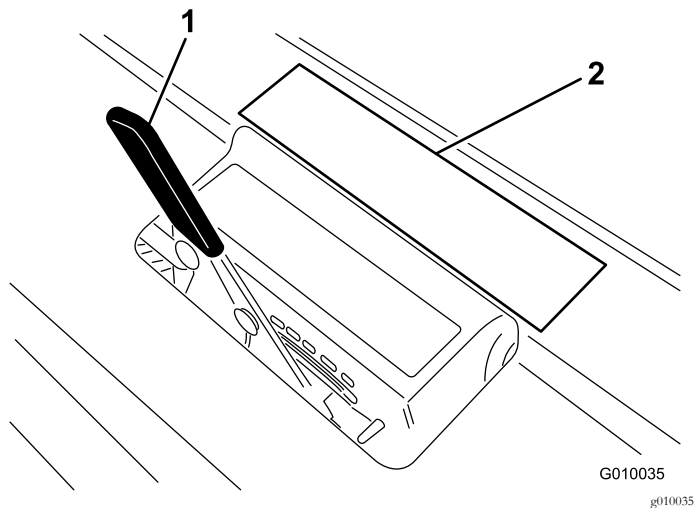

Figura 27
3. Coloque o dente no autocolante de profundidade do dente (Figura 27) com uma extremidade alinhada com a profundidade de arejamento pretendida (consulte o desenho do dente no autocolante).